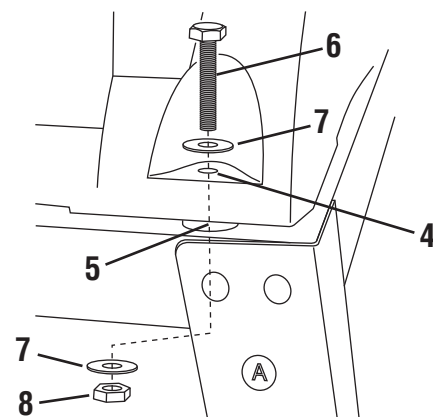

FIG. 26
1. Place the table saw onto the assembled leg stand so that the four (4) mounting holes **4** in the base of the saw are over the four (4) mounting holes in the front and rear top plates **5** (Fig. 26).
2. Secure the table saw to the leg stand using four (4) bolts **6**, washers **7**, and lock nuts **8**.
1. Placez la scie de table sur le support assemblé de façon que les quatre (4) trous de montage **4** de la base de la scie soient situés au-dessus des quatre (4) fentes de montage des deux plaques supérieures longues **5** (Fig. 26).
2. Assujettissez la scie de table sur le support à quatre pieds en utilisant quatre (4) boulons **6**, rondelles **7** et contre-écrous **8**.
1. Coloque la sierra de mesa sobre la base de soporte con patas ensamblada, de manera que los cuatro (4) agujeros de montaje **4** ubicados en la base de la sierra estén sobre las cuatro (4) ranuras de montaje ubicadas en las dos placas superiores largas **5** (Fig. 26).
2. Sujete firmemente la sierra de mesa a la base de soporte con patas utilizando cuatro (4) pernos **6**, arandelas **7** y tuercas de fijación **8**.